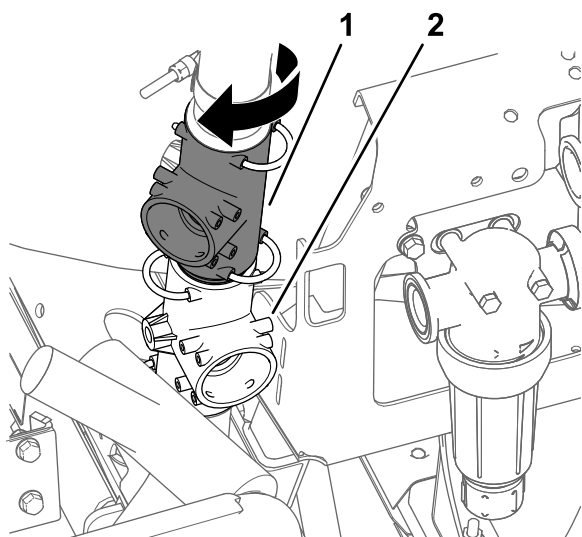

Figura 5
5. Ruotate il raccordo a T superiore di circa 45° in senso orario (Figura 5).